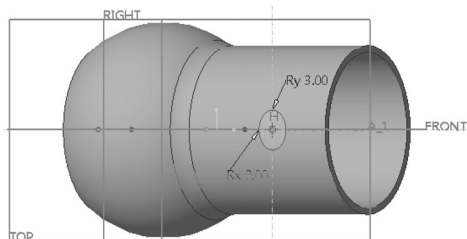

图 4-62 绘制扫描截面
6) 绘制图 4-62 所示的椭圆作为扫描截面，并为该椭圆标注长轴半径和短轴半径，然后单击✓（确定）按钮。